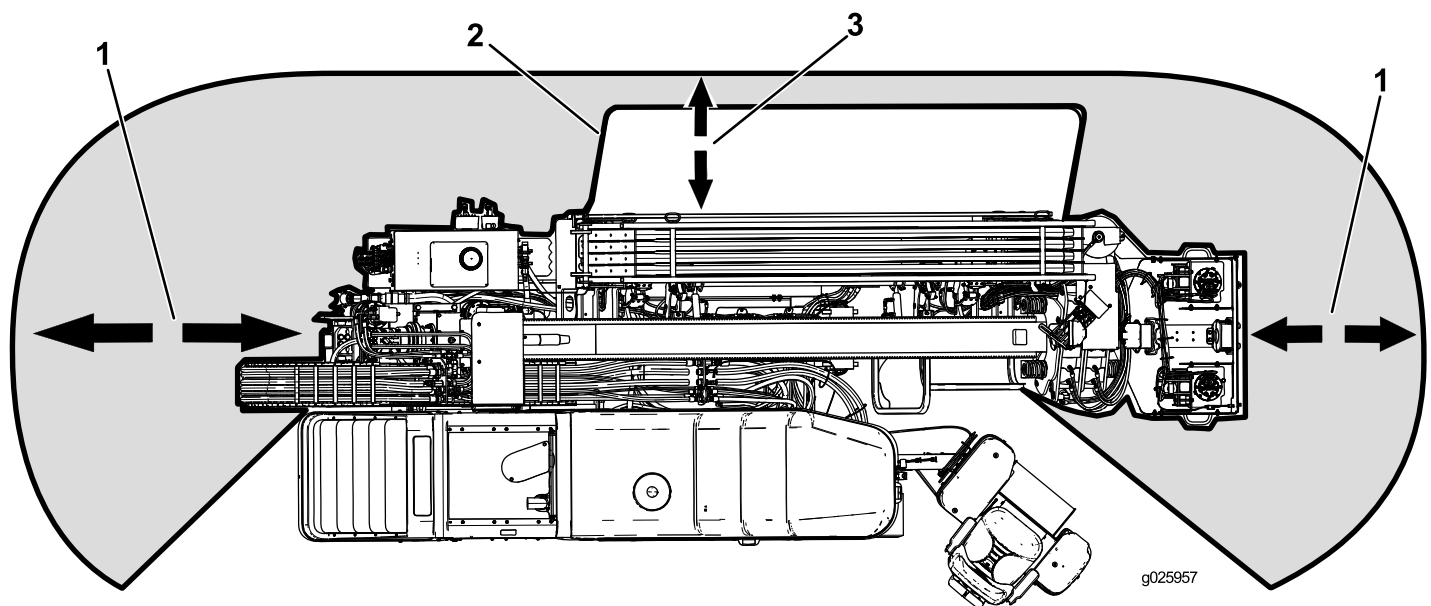

**Bild 4**
- Senken Sie vor dem Bohren immer die Rohrlade-Schutzvorrichtung ab (Bild 4).